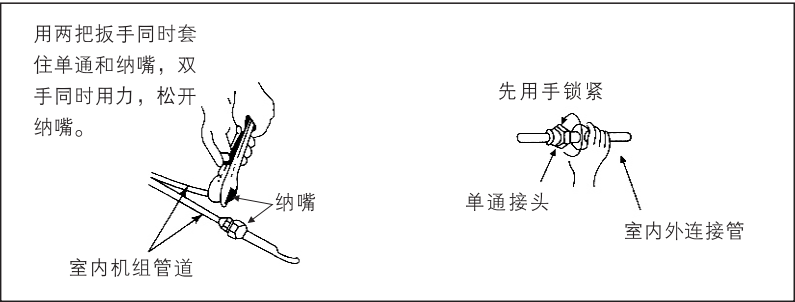

图 18
- (1) 将纳嘴和密封帽拆开，将铜管尽头的纳嘴松开，使内藏气体排出，如图18所示。当纳嘴拆开时，应将密封帽拆出，不然制冷剂将不能循环，压缩机就可能烧毁。
- (2) 连接时，应在单通螺牙及管的喇叭口上涂上少许冷冻润滑油,以防螺牙损坏，且按图18所示对准管道拧紧。